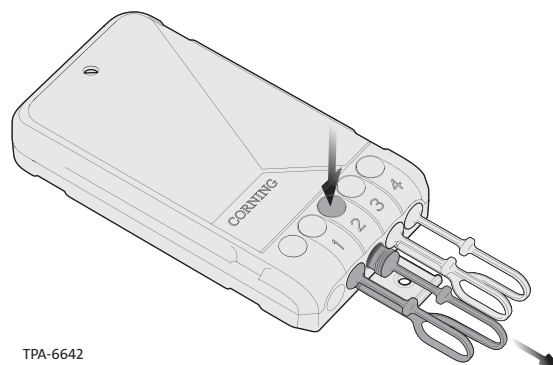

Abbildung 23
Schritt 1: Drücken Sie auf die Taste des Anschlusses und ziehen Sie den Schutzstופן heraus. Entfernen Sie die Staubschutzkappe vom Steckverbinder (Abbildung 23).